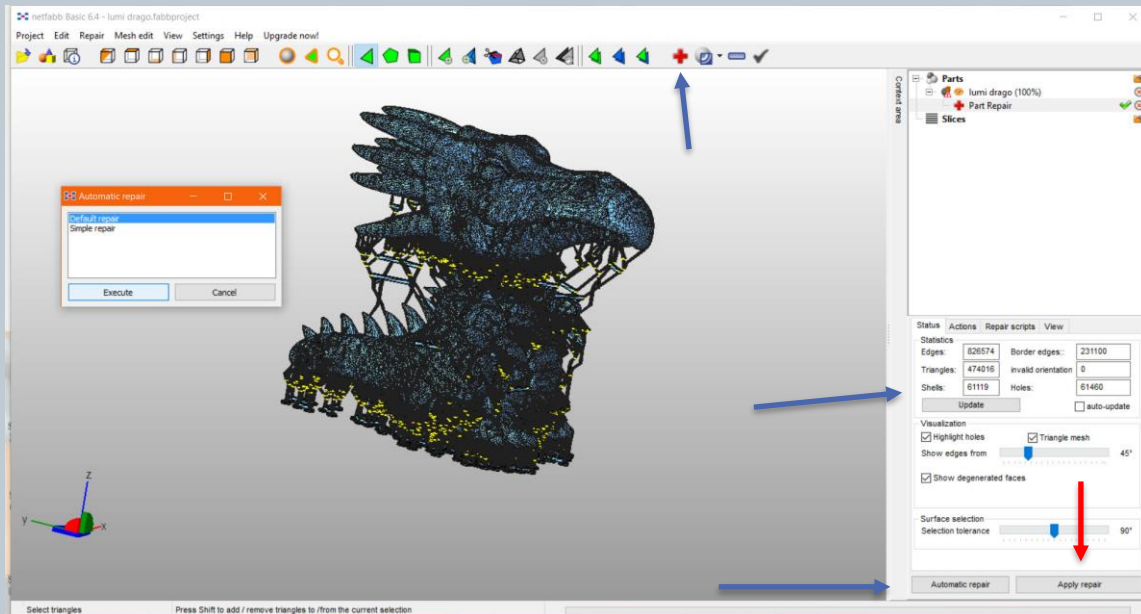

Fig. 23
- Selezionare "Update" e di seguito "Automatic Repair" -> "Default Repair" -> "Execute" (Fig. 23)